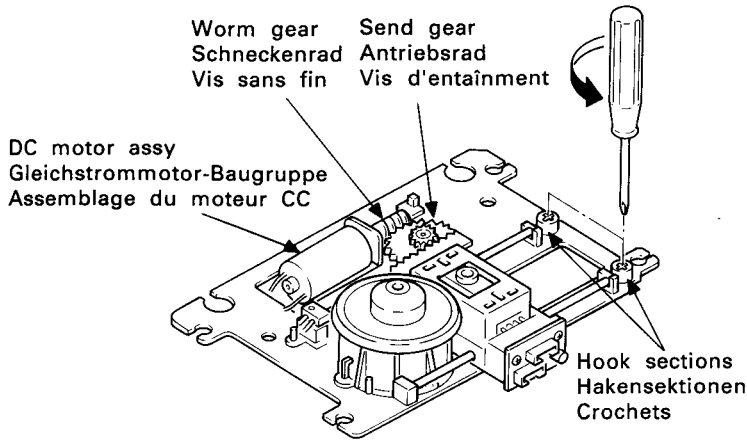

Fig.6
12. Ausbau des Tonabnehmermechanismus (Abb. 6)
12. Dépose du mécanisme de captage (Fig. 6)